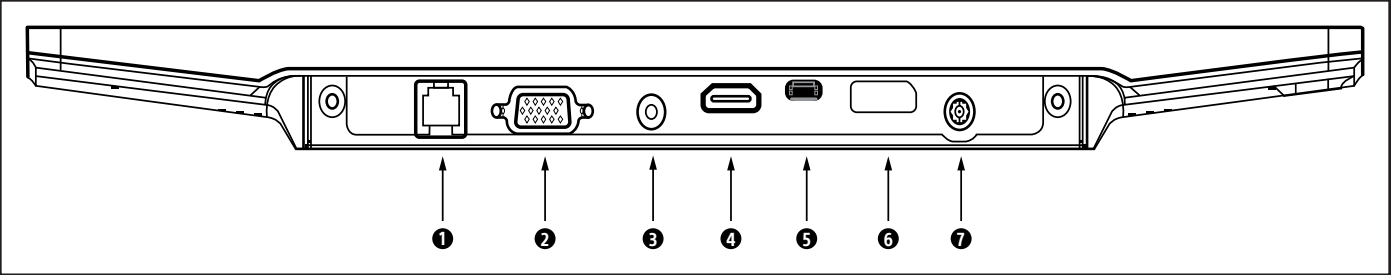

Figure 96. Connecteurs d'interface de l'écran de la tablette latérale
1. Brancher la télécommande OSD sur l'entrée RJ-11 (voir la figure 96).